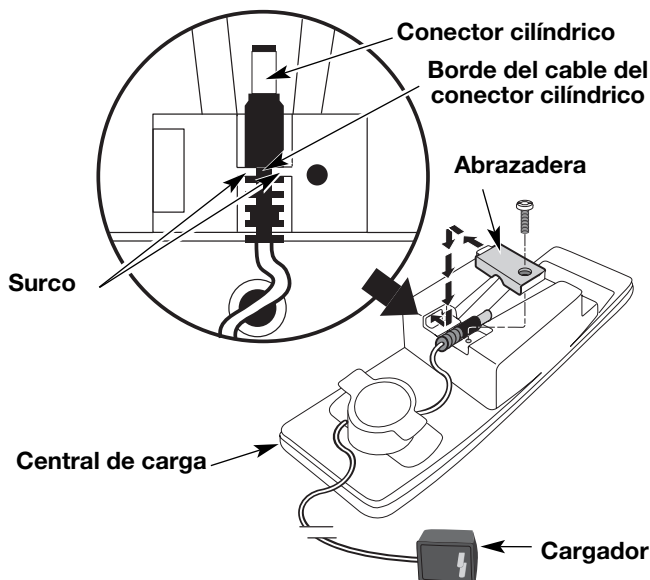

Fig. 19
2. Saque el tornillo de la abrazadera que sostiene el conector cilíndrico en su lugar con un destornillador común o de broca T-20 Torx (Fig. 19).
4. Inserte el lado estrecho del cable del conector cilíndrico en el surco de la ranura de la central de carga. Verifique que el conector esté seguro y bien insertado en la ranura (Fig. 19).